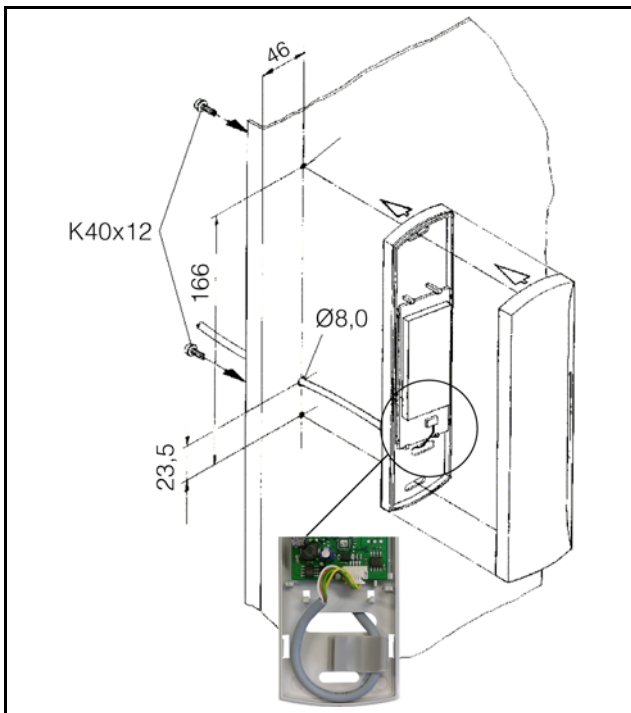

Рис. 3: Монтаж на стальную дверь TS
- Прodelайте отверстия в желаемом месте на раме стальной двери TS с соблюдением соответствующих размеров (рис. 3).